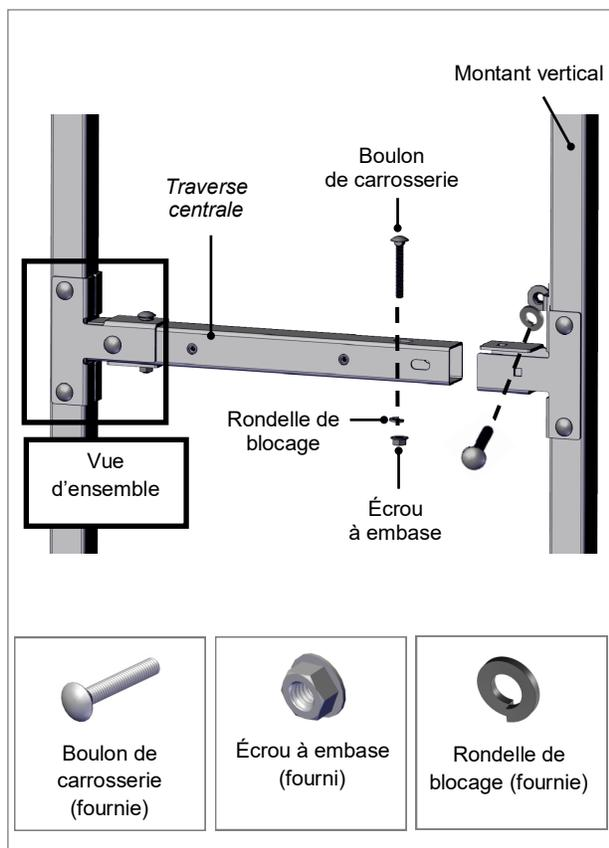

Fig. 7. Fixez la traverse centrale aux montants verticaux
5. Fixez la traverse centrale aux montants verticaux à l'aide de quatre (4) boulons de carrosserie, quatre (4) écrous à embase et quatre (4) rondelles de blocage (figure 7).